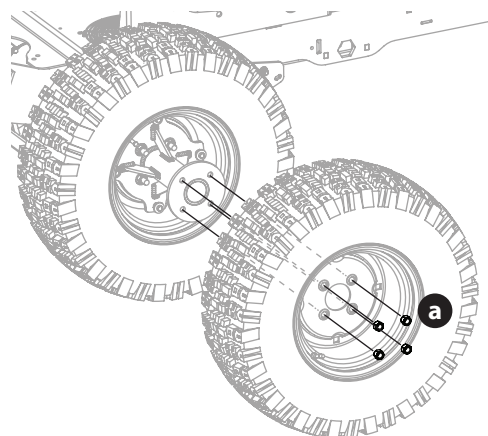

Fig. 51
1. Retirez les quatre écrous de roue extérieurs (a) pour enlever la roue extérieure (Fig. 51).